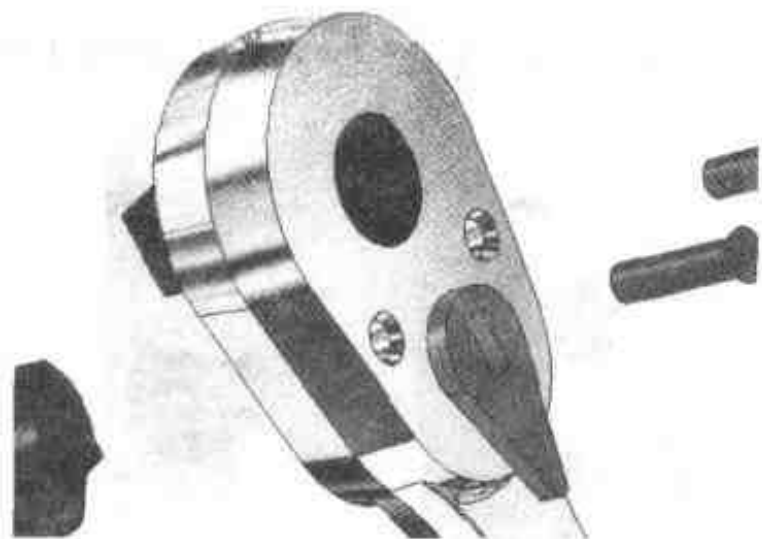

图 5.33 凸轮 1 的运动轨迹
- (6) 关闭【三维球】，单击【打开】按钮，进入动画状态。
- (7) 单击【播放】按钮观察动画效果，结果如图 5.33 所示，凸轮 1 沿直线运动，最后当凸轮 1 的表面和主体壳体平面接触时就停止运动。